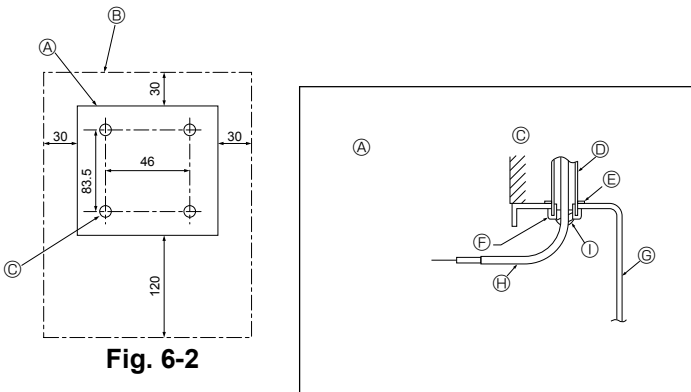

Fig. 6-2
(1) Seleccione uma posição de instalação do controlo remoto. (Fig. 6-2)
[Fig.6-2]